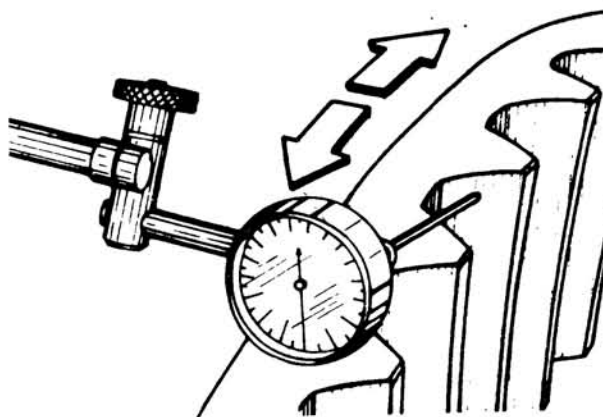

Fig. 6
- c Mida la holgura entre dientes en varios puntos del contorno de la corona (fig. 6).